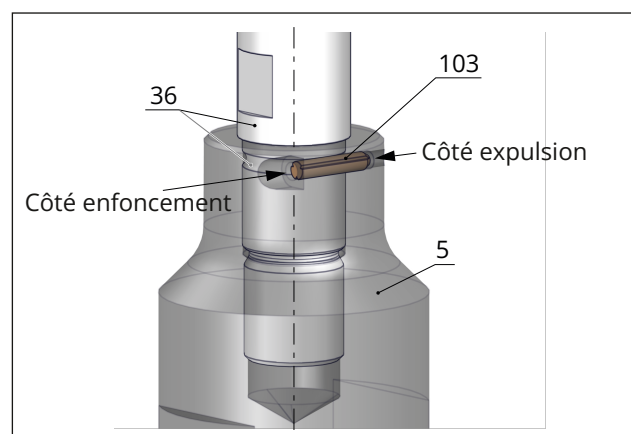

Fig. 36 : Goupille de verrouillage entre le clapet et la tige de clapet ou le piston et la tige de piston (schéma de principe)
Le clapet et la tige de clapet ou le piston et la tige de piston sont vissés ensemble. Afin d'éviter le desserrage involontaire du clapet de la tige de clapet ou du piston de la tige de piston, la liaison des deux composants est en outre assurée par une goupille insérée tangentielle, cf. Fig. 36. Pour remplacer le clapet ou le piston, procéder comme suit :
1. Serrer fermement le clapet (5) ou le piston (5) dans un étau.
2. Frapper la goupille de verrouillage (103) hors du clapet ou du piston côté expulsion à l'aide d'un outil approprié (mandrin), cf. Fig. 36.
3. Dévisser la tige de clapet ou la tige de piston (36) du clapet ou du piston (5) à l'aide d'un outil approprié.
5. Serrer fermement le nouveau clapet ou le nouveau piston (5) dans un étau à l'aide de mâchoires de protection. Veiller à ne pas endommager le clapet ou le piston.
6. Visser la tige de clapet ou de piston (36) dans le clapet ou le piston (5) et la serrer à l'aide d'un outil approprié. Respecter le couple de serrage.
7. Insérer la nouvelle goupille de verrouillage (103) dans l'alésage du clapet ou du piston côté enfoncement et l'enfoncer aussi loin que possible à l'aide d'un outil approprié (mandrin).